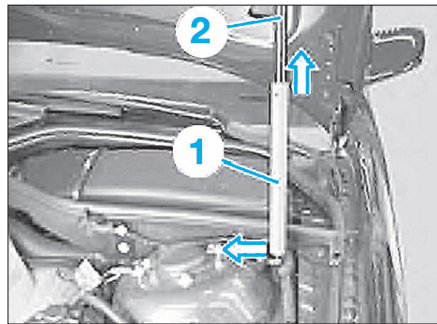

FIG. 8
OUTILLAGE SPÉCIFIQUE (FIG.8, 9 et 13)
- monter l'outil 51 2 170 (1) par dessus le corps (2) du vérin à gaz. Clipser la rotule de l'outil sur le pivot sphérique (Fig.8)